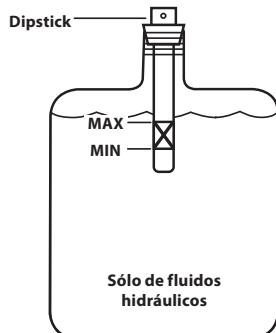

Figura 21
- Vuelva a llenar el depósito dentro de los límites marcados en la varilla. Vea la Figura 21.